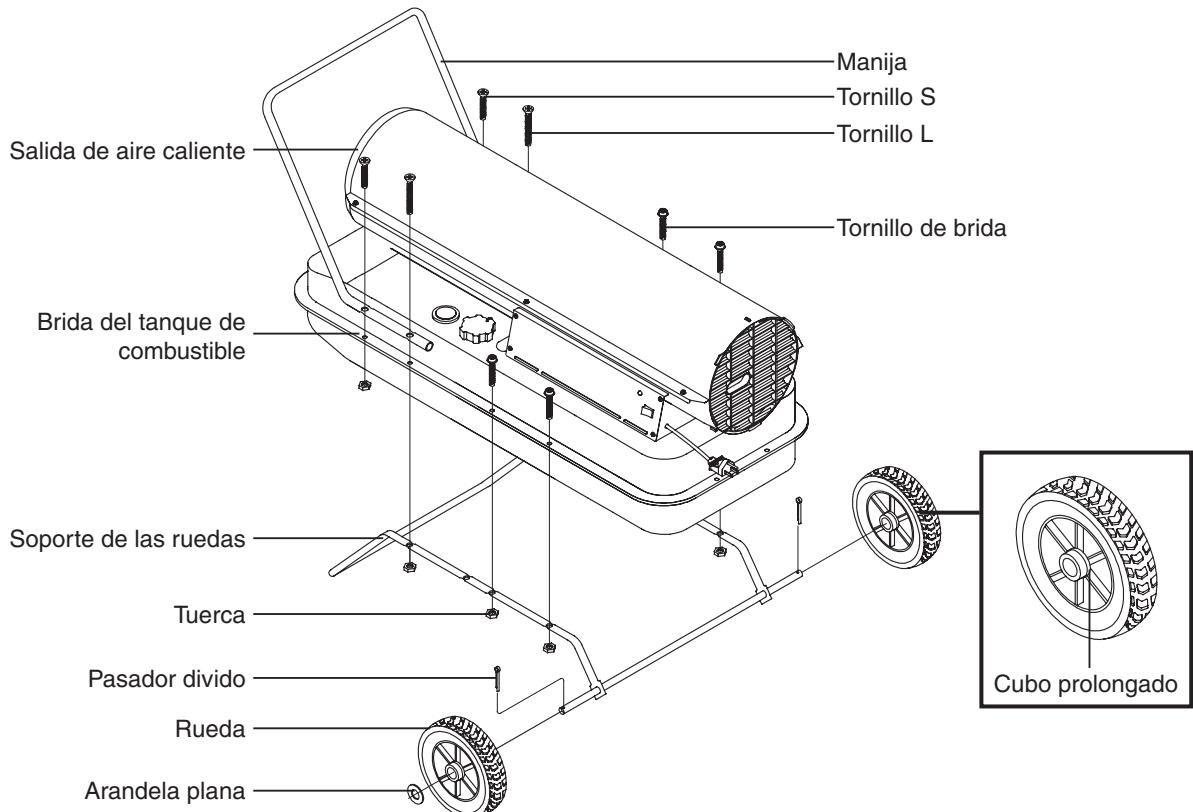

Figura 6. Ensamble de rueda y manija para el MODELO DFA-125
- B. Para el modelo DFA-125 únicamente (Figura 6)
NOTA: Cuando instale las ruedas, oriente el cubo prolongado de las ruedas hacia la estructura de soporte de las ruedas (Ver figura 6)
4. Coloque la manija sobre la brida del tanque de combustible. Inserte los tornillos a través de las manijas, de la brida del tanque de combustible y de las estructuras de soporte de las ruedas como se ilustra en la Figura 6 y fije la tuerca ajustándola con los dedos después de insertar cada tornillo.